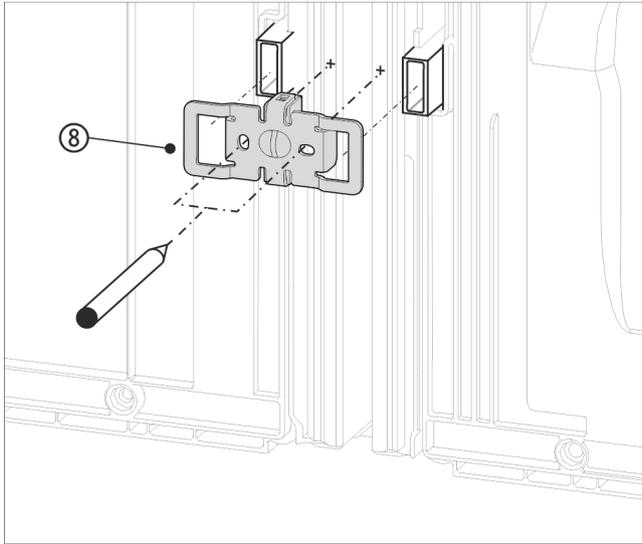

Fig. 16 Representación a modo de ejemplo
- ▶ Deslice la escuadra Fig. 16 (8) introduciendo las entalladuras en el alojamiento de los distanciadores de pared.